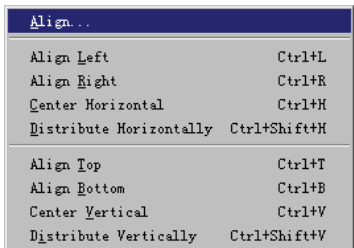

图 2-54 “Align”子菜单
3) 选择“Edit”→“Align”→“Align Left”命令，出现如图 2-54 所示的菜单命令。该命令使所选取的元器件左边对齐。